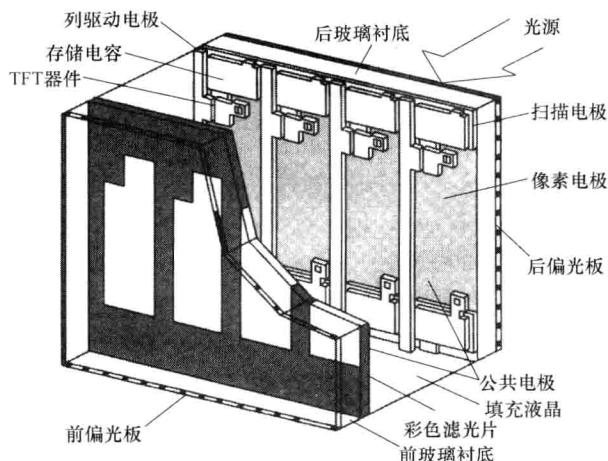
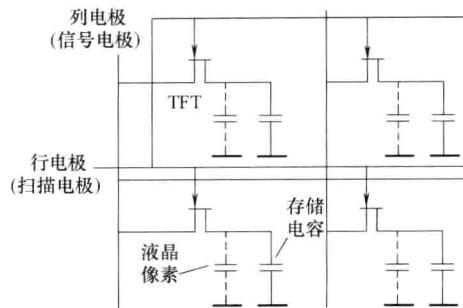

图 1-3 TFT-LCD 的构成
图 1-4 TFT-LCD 内部矩阵 TFT 的控制电路
TFT-LCD 由 TFT 器件、存储电容、前偏光板、列驱动电极、像素电极、彩色滤光片、公共电极、后偏光板等构成，如图 1-3 所示。TFT-LCD 内部的 TFT 矩阵控制电路如图 1-4 所示。图 1-4 中的虚线电容符号代表的是每个液晶像素，实线电容符号表示的是存储电容。而每个像素都设置一个由薄膜场效应晶体管组成的开关，它的源极 (S)、漏极 (D)、栅极 (G) 分别与列电极 (信号电极)、像素电极、行电极 (扫描电极) 相接。
如图 1-4 所示，当薄膜场效应晶体管 G 极输入足够电压后其导通，将信号电极与像素电极接通。这样，通过薄膜场效应晶体管就可以控制每个像素的工作状态，从而实现图像显示。而行、列电极输入的驱动信号由显示屏内的放大电路提供。